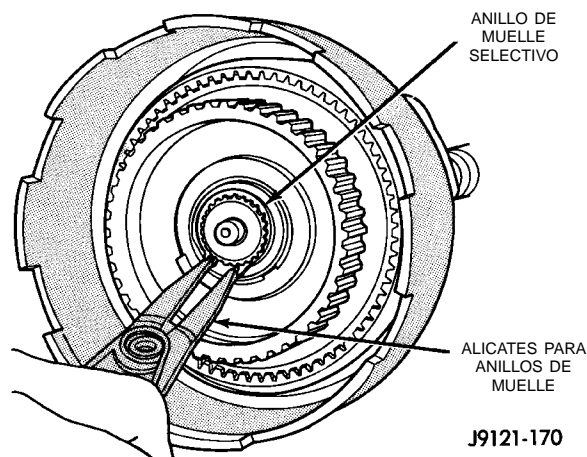
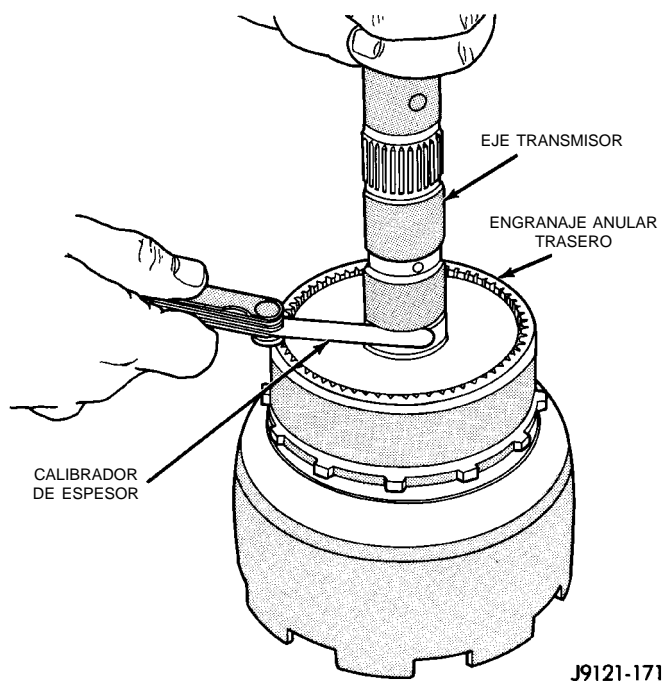

Fig. 195 Instalación del anillo de muelle selectivo del planetario
Fig. 196 Verificación del juego longitudinal del tren de engranajes planetarios
(21) Instale el anillo de muelle selectivo del planetario con los alicates para anillos de muelle (Fig. 195). Asegúrese que el anillo asiente completamente.
(22) Gire el conjunto del tren de engranajes planetarios de modo que el casco impulsor quede mirando hacia el banco de trabajo. Apoye luego el tren de engranajes en un taco de madera emplazado debajo del extremo delantero del eje transmisor. Esto permite que los componentes del tren de engranajes se desplacen hacia adelante para efectuar una verificación exacta del juego longitudinal.
(23) Verifique el juego longitudinal del tren de engranajes planetarios con el calibrador de espesor (Fig. 196). El calibrador va entre el reborde del eje transmisor y el extremo del soporte del engranaje anular trasero.
(24) El juego longitudinal del tren de engranajes debe ser de 0,12 a 1,22 mm (0,005 a 0,048 pulgada). Si el juego longitudinal es incorrecto, puede ser necesario reemplazar el anillo de muelle (o las arandelas de empuje). Para propósitos de ajuste, el anillo de muelle está disponible en tres espesores diferentes.